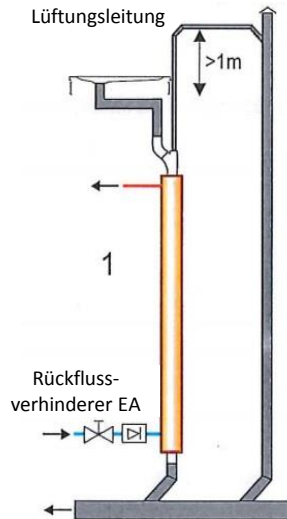

Abb. 5
1. Zwischen Geruchsverschluss der Dusche und Showersave®QB1 eine Verbindung zur Hauptlüftung der Abwasserleitungen herstellen (siehe Abb. 5).